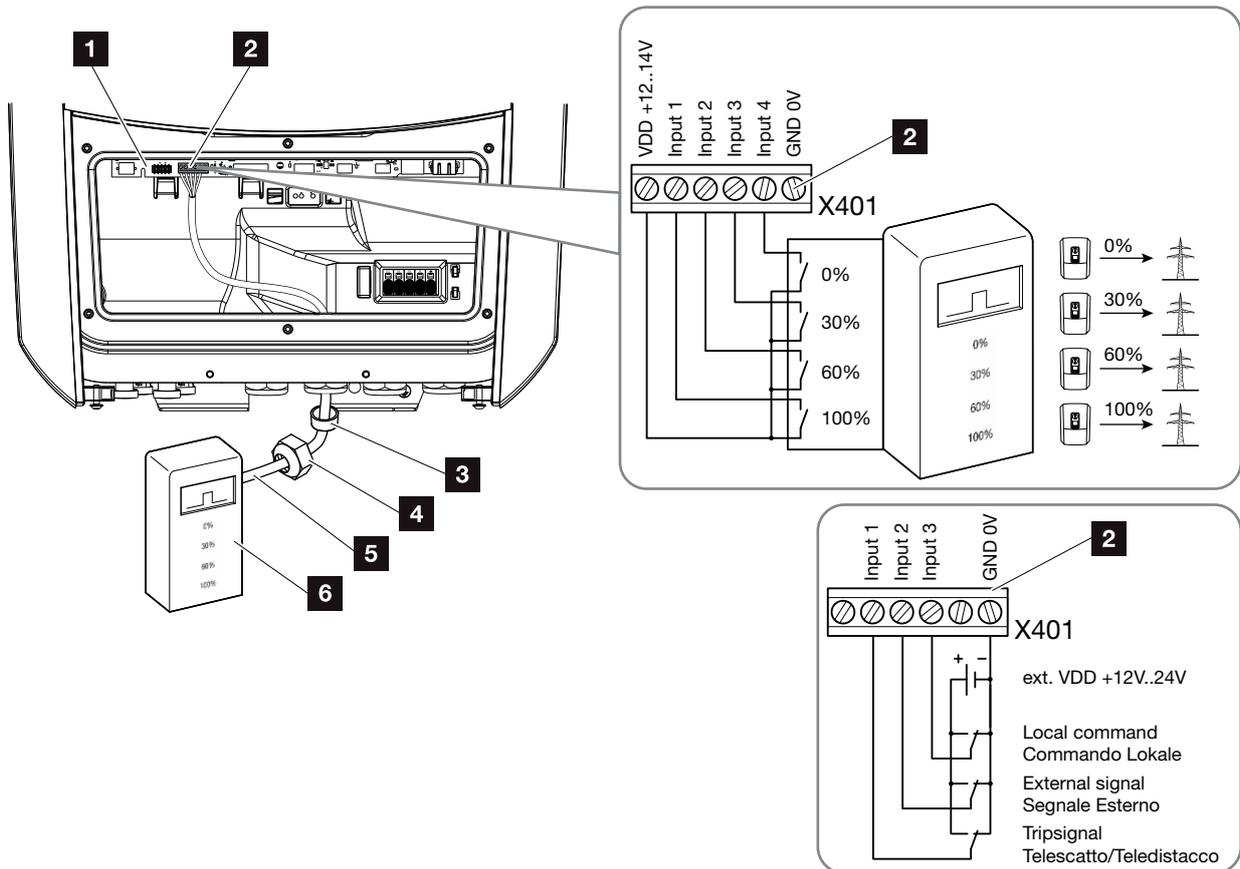

Fig. 29: Conexión del receptor de telemando centralizado
4. Conectar el cable de comunicación del inversor en el borne de conexión para el receptor de telemando centralizado  **Fig. 29, Pos. 2**